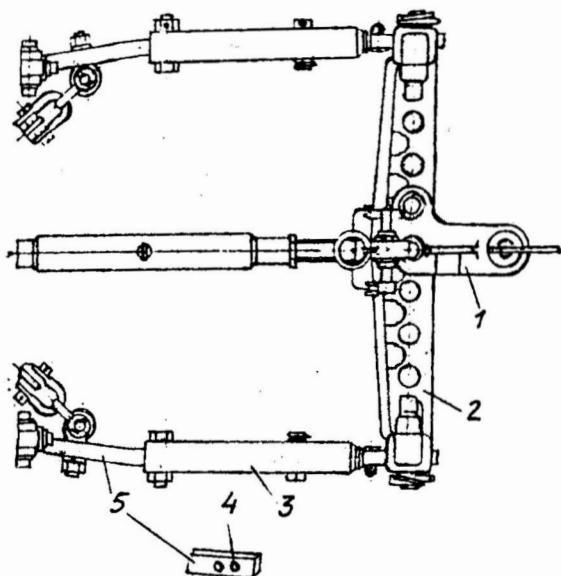

Рис. 28. Заднее навесное устройство тракторов ЛТЗ-55АН и ЛТЗ-60АН.
**Заднее навесное устройство тракторов ЛТЗ-55АН и ЛТЗ-60АН** позволяет изменять расстояние от оси подвеса орудия (поперечины) до торца ВОМ путем установки составных (из двух частей) продольных тяг (рис. 28). На корпусах конечных передач установлены кронштейны (рис. 29) блокировочных тяг изменен-
Для получения расстояния от торца ВОМ до поперечины, удовлетворяющего требованиям ГОСТа, продольные тяги изготовлены из двух частей: передней 5 и задней 3 (см. рис. 28). Чтобы получить расстояние, равное 355 мм, необходимо снять заднюю тягу и установить поперечину на второе отверстие 4 от торца тяги, для получения расстояния 403 мм необходимо установить поперечину на первое от торца отверстие 4. Для получения расстояния от торца ВОМ до оси подвеса орудия, равного 579 мм,